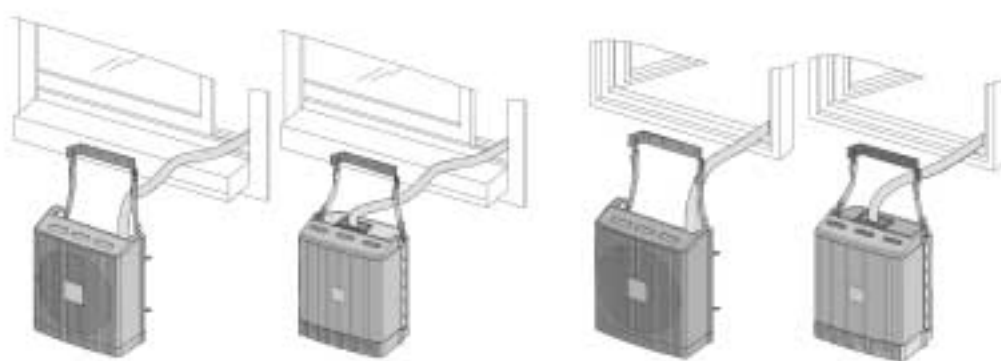

Figura 6- Sospensione dell'unità esterna su una finestra      Figura 7-Sospensione dell'unità esterna su una parete
1. Installare i 4 distanziali (1) sulla parte posteriore dell'unità (lo scopo di tali distanziali è di mantenere lontana l'unità dalla parete retrostante).
2. Vedere la Figura 6 in caso di installazione su una finestra. Posare la staffa di sostegno (3) sul telaio della finestra fissarla a quest'ultima tramite quattro viti.
3. Collegare i due moschettoni inferiori (5) nei fori laterali dell'unità.
5. Accertarsi che l'unità sia saldamente agganciata, stabile e livellata orizzontalmente. Eventuali correzioni al livellamento possono essere eseguite agendo sulla cinghia di sospensione (2).